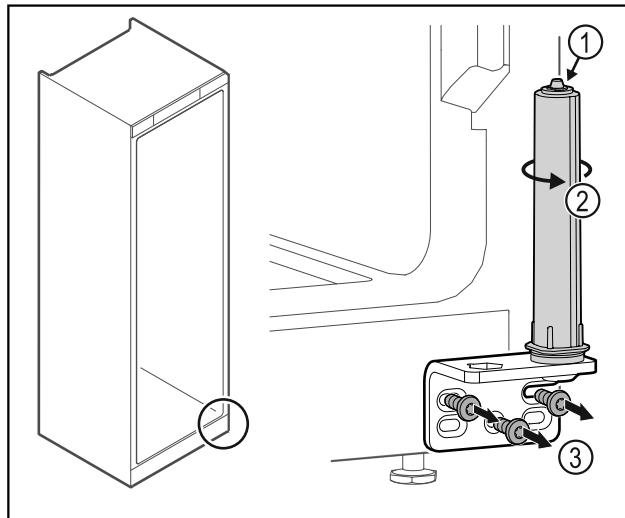

Fig. 34
- Μην αποσυναρμολογείτε το σύστημα κλεισμάτος πόρτας Fig. 34 (1).
- Περιστρέψτε το σύστημα κλεισμάτος Fig. 34 (2), μέχρι να κάνει κλικ.
- Ξεβιδώστε τη γωνία μεντεσέ Fig. 34 (3).